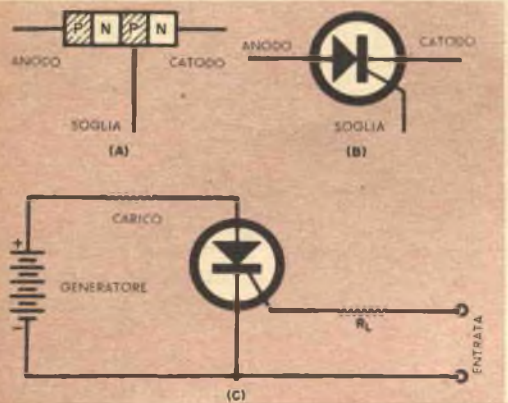

Fig. 2 - Costituzione (A) del nuovo rettificatore controllato al silicio della General Electric, suo simbolo (B) e suo uso (C) in un circuito commutatore.
Fondamentalmente formato da tre giunzioni consiste, com'è illustrato in fig. 2 (A), di regioni alternate di materiali semiconduttori tipo p e n. Il simbolo è quello di fig. 2 (B).
Sotto molti aspetti il funzionamento del rettificatore controllato è simile a quello dei thyatron con griglia di controllo; può perciò essere usato per le stesse applicazioni. Un circuito commutatore è illustrato in fig. 2 (C); il generatore cc è collegato in serie col rettificatore controllato e col carico. Normalmente, per l'alta resistenza offerta dal rettificatore controllato, una corrente bassissima o nulla può scorrere nel carico. Quando un segnale di controllo viene applicato all'elettrodo di soglia attraverso la resistenza limitatrice R_L il rettificatore passa da un'alta a una bassa resistenza, permettendo così il trasferimento d'energia al carico.